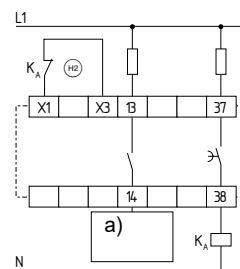

Fig. 22
**Commande diversitaire avec boucle de retour (Fig. 22)**